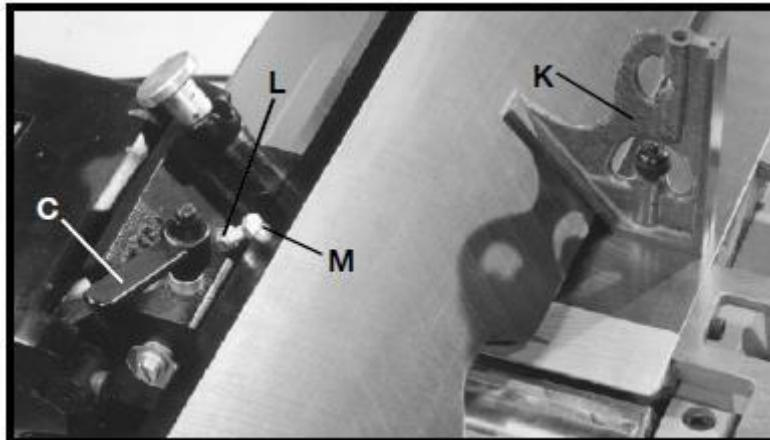

Рис. 34
5. Наклонить параллельный упор как можно дальше вперёд, с помощью комбинированного угольника (К), рис. 34, проверить, составляет ли угол наклона параллельного упора 45° , как показано на рисунке. При необходимости в регулировке ослабить фиксирующую рукоятку (С), рис. 34, контргайку (Л), и поворачивать регулировочный винт (М) до тех пор, пока угол наклона параллельного упора со столом не составит 45° . Затем затянуть контргайку (Л) и фиксирующую рукоятку (С).